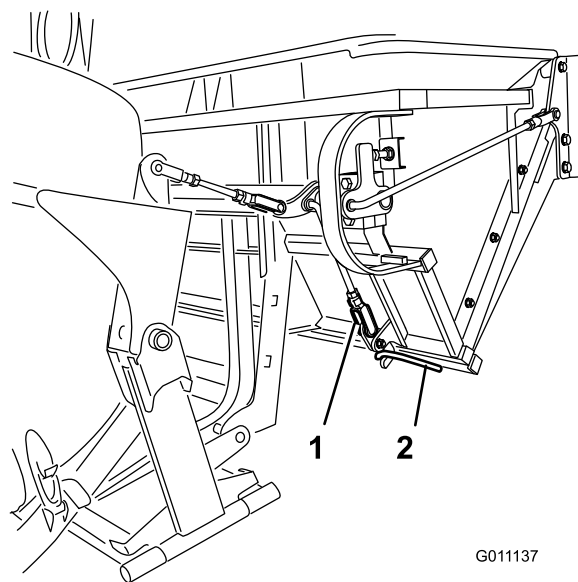

Figura 43
4. Los cierres deben engancharse del todo y entrar en contacto con la varilla de cierre soldada a la puerta (Figura 43).